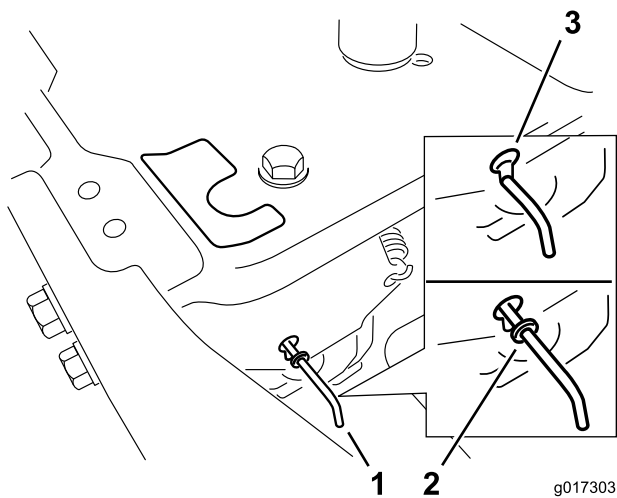

Bild 20
4. Schieben Sie die Bypasshebel nach vorne durch das Schlüsseloch und nach unten, um sie zu arretieren (Bild 20).
Schieben Sie die Bypasshebel nach hinten durch das Schlüsselloch und nach unten, um sie zu arretieren, wie in Bild 20 dargestellt.